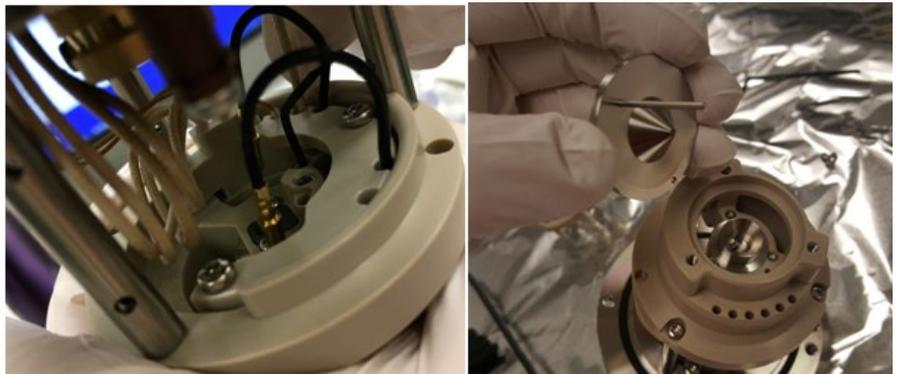

Abbildung 119: Entfernung des Skimmer-Konus
- 16) Drücken Sie durch die Öffnung, aus welcher der erste Schaltdraht gerade herausgezogen wurde, auf den elektrischen Stift, um den Skimmer-Konus zu entfernen. Der Skimmer-Konus wird nur von der Q00-Einheit und deren elektrischer Verbindung fixiert. Wenn Sie also den Draht, wie im vorhergehenden Schritt beschrieben, ausstecken, sollten Sie den Skimmer-Konus relativ leicht entfernen können. Siehe Abbildung 119.